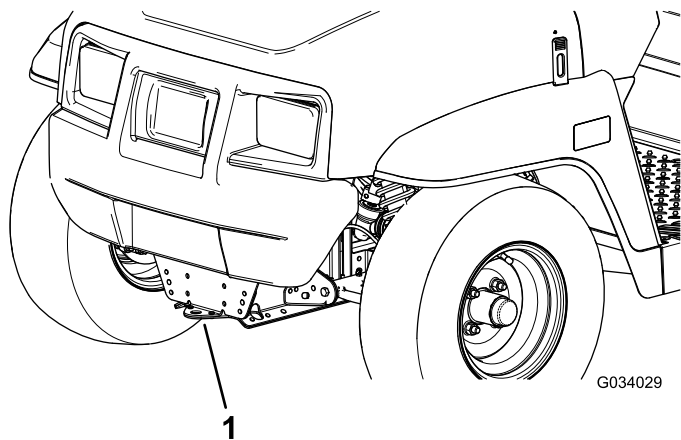
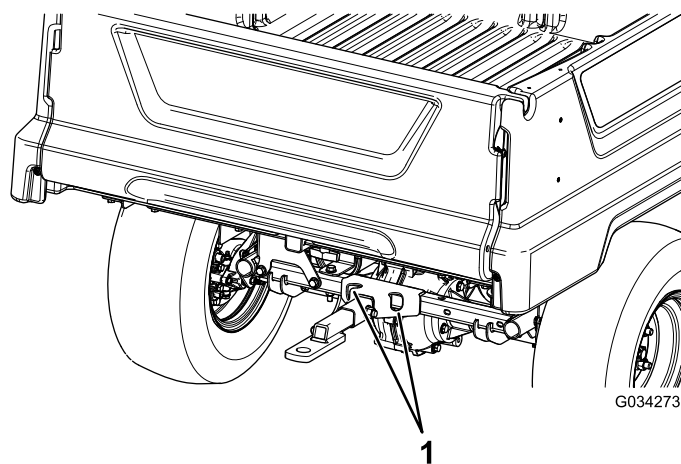

Рисунок 20
Рисунок 21
Для перемещения автомобиля на большие расстояния используйте прицеп с полноразмерными наклонными въездами. Убедитесь, что автомобиль надежно закреплен на прицепе. Местонахождение точек крепления автомобиля показано на Рисунок 20 и Рисунок 21.
2. Прикрепите буксирный трос к сцепному устройству в передней части рамы автомобиля (Рисунок 20).